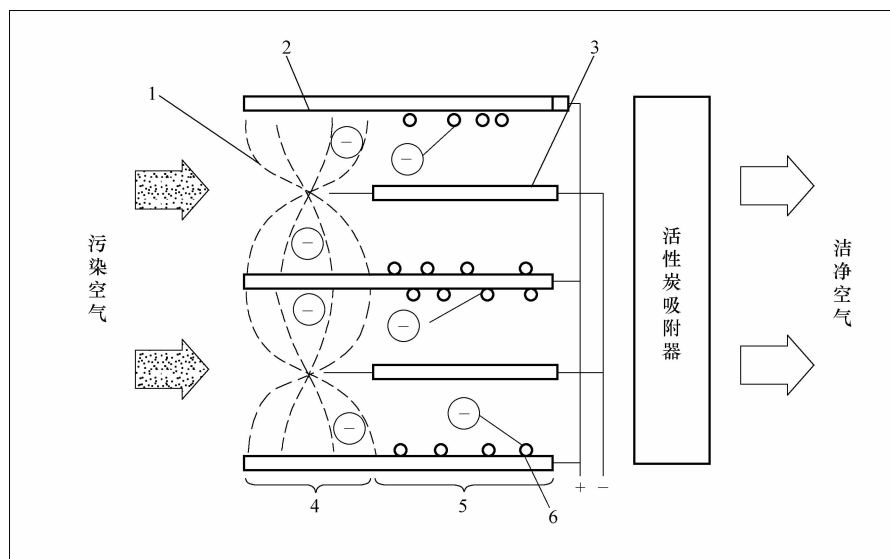

图 3-12 静电集尘式空气净化装置原理示意图
(1) 空气过滤式空气净化装置 空气过滤式空气净化装置在空调系统的送风和回风口处设置空气滤清装置,它仅能滤除空气中的灰尘和杂物。其结构简单,只需定期清理过滤网上的灰尘和杂物即可,故广泛用于各种汽车空调系统中。
(2) 静电集尘式空气净化装置 静电集尘式空气净化装置则是在空气进口的过滤器后再设置一套静电集尘装置或单独安装一套用于净化车内空气的静电除尘装置。它除具有过滤和吸附烟尘等微小颗粒的杂质的作用外,还具有除臭、杀菌、产生负氧离子以使车内空气更为新鲜洁净的作用。静电集尘式空气净化装置原理示意图如图 3-12 所示。